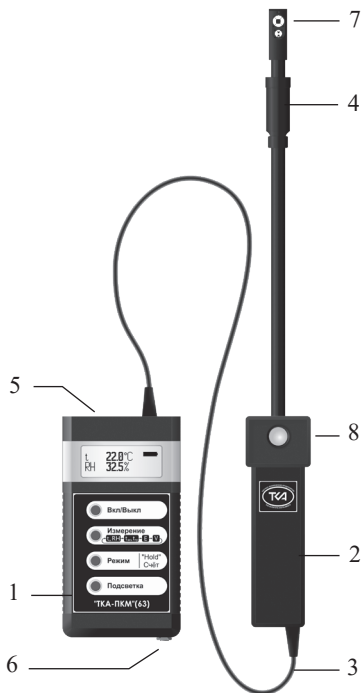

Рис.1 Внешний вид прибора “ТКА-ПКМ”(63)
5.1 Приборы комбинированные выпускаются в компактном портативном исполнении. Конструктивно прибор состоит из двух функциональных блоков: измерительной головки (ИГ) и блока обработки информации (БОИ), связанных между собой гибким многожильным кабелем (Рис.1).
Для связи с ПК в приборе установлен разъём USB (опционально RS232) (5, на Рис.1).
6.2.1.1 Включите прибор. Перед началом работы убедитесь в работоспособности элемента питания (аккумулятора). Если после включения прибора на дисплее появится надпись “РАЗРЯД БАТАРЕИ!”, нужно зарядить аккумулятор, для чего следует подключить к прибору через разъём на корпусе (6, Рис.1) зарядное устройство и вставить его в сеть. Прибор необходимо выключить. Время заряда ~ 16 часов. Превышение времени заряда (до нескольких суток) не приводит к ухудшению работоспособности аккумулятора.